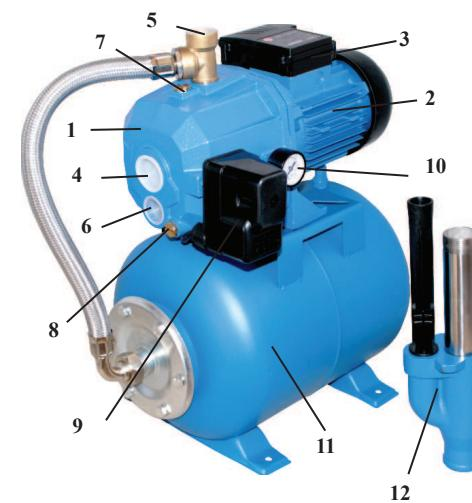

рис. 1
4.1 Общий вид станции водоснабжения схематично представлен на рис.1
6.1 Перед монтажом станции убедитесь, что гидроаккумулятор 11 (рис.1) закачан воздухом под давлением 1,5-2,0 атм. При меньшем давлении, закачайте обычным автомобильным насосом воздух через пневматический клапан, который находится с обратной стороны гидроаккумулятора.
Выходное отверстие (для эжектора) 6 (рис.1) должно быть закрыто.
6.8 Наполните всасывающую трубу/шланг и насосную часть 1 (рис.1) через заливное отверстие на корпусе насоса 6 (рис.1) водой при помощи воронки. После того, как уровень жидкости поднимется и заполнит насосную часть, вытеснив из неё воздух, закройте заливное отверстие и включите насос в сеть.